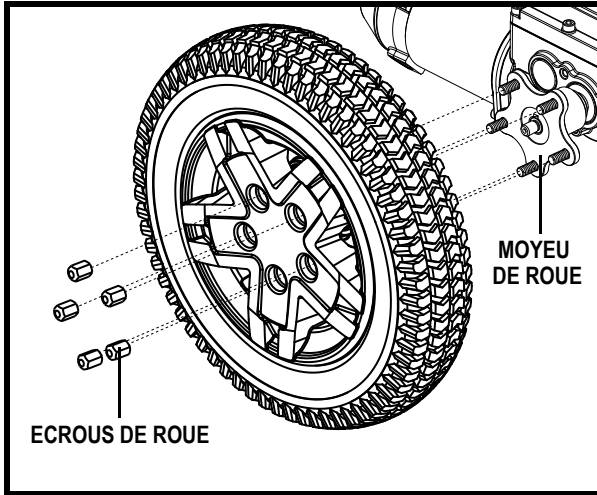

Figure 19. Roue motrice Q6 Serie
4. Retirez les cinq (5) écrous de roue du moyeu. **Voir la figure 19.**